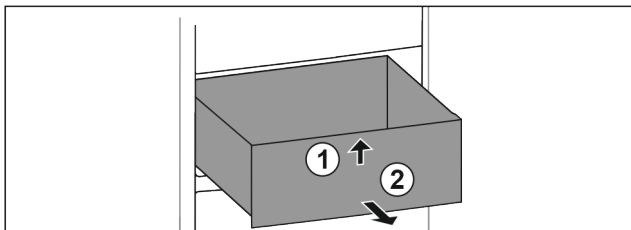

Fig. 103
- Predal spredaj dvignite. Fig. 103 (1)
- Predal vzemite ven v smeri naprej. Fig. 103 (2)